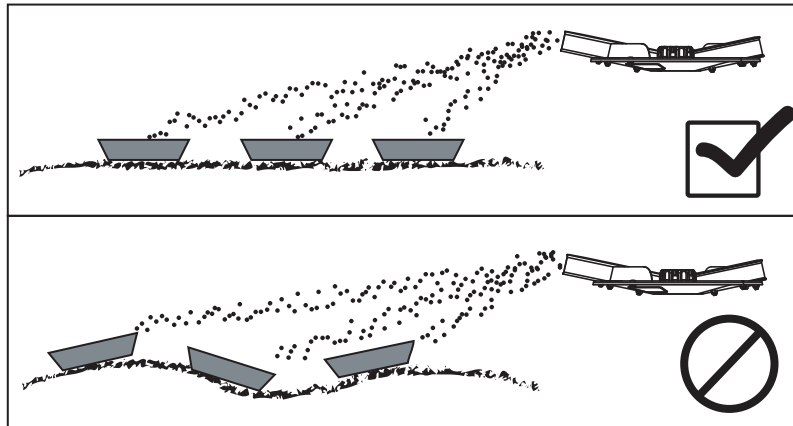

Bild 8.28: Aufstellung der Auffangschalen
- Die Auffangschalen waagrecht aufstellen. Schräg stehende Auffangschalen können zu Messfehlern führen (Bild 8.28).